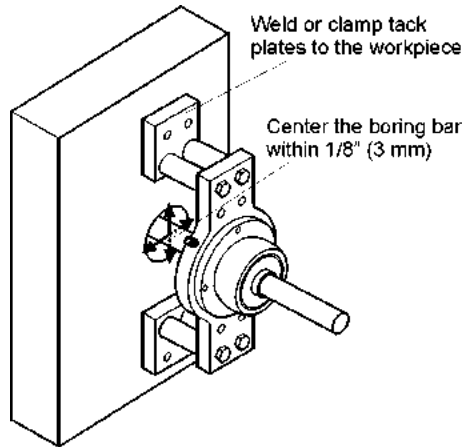

FIGURA 14: ASEGURAR LAS PLACAS DE FIJACIÓN A LA PIEZA DE TRABAJO
1. Asegure los soportes de los cojinetes y las placas de fijación a la pieza de trabajo con abrazaderas o mediante soldadura por puntos como se indica en la Figura 14.